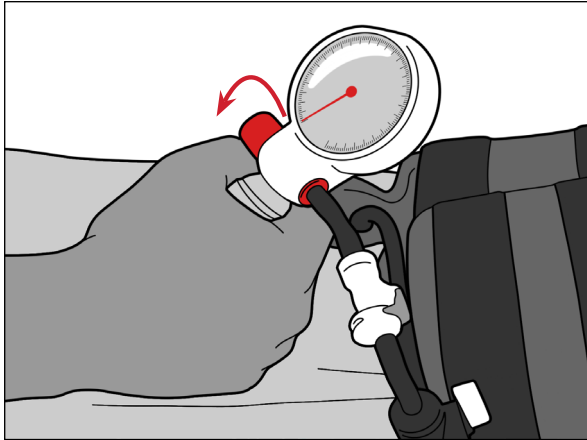

Fig. 14
1. Per prima cosa chiudere la valvola ruotando la manopola verso di sé (Fig. 14).